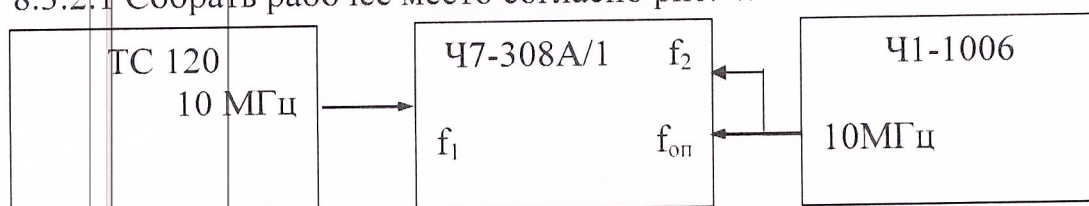

Рис. 4.
8.3.2.1 Собрать рабочее место согласно рис. 4.